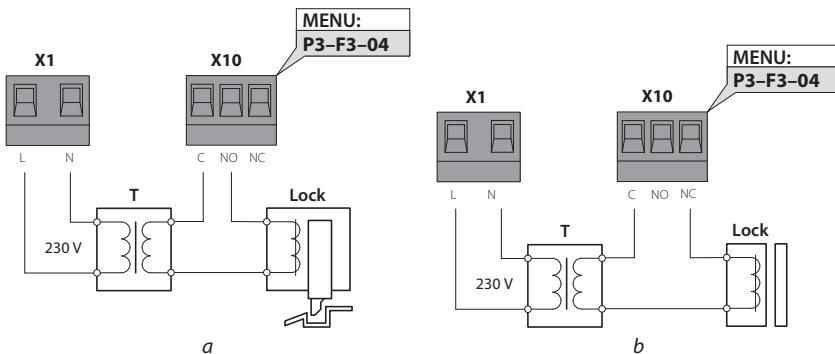

Рисунок 11. Підключення електромеханічного (а) та електромагнітного (б) замка:
- Якщо підключений електричний замок (рис. 11), то виконайте всі необхідні налаштування для електричного замка (налаштування **P3–F4–04**) або вимкніть електричний замок.